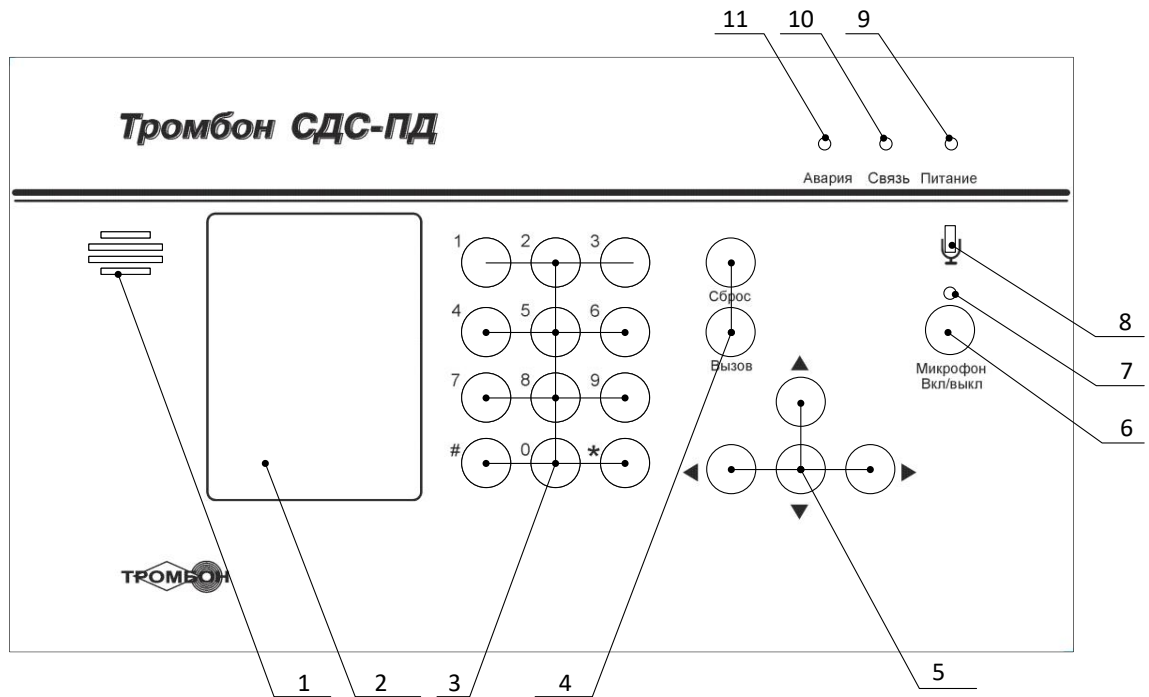

Рис. 1.2
Внешний вид лицевой панели пульта приведен на рис. 1.2.
4. Включите питание на блоке БС. Проконтролируйте свечение индикатора «Питание» и индикатора «Связь» на лицевой панели ПД (рис. 1.2, поз. 9, 10).
6.1 В нормальном режиме работы системы на лицевой панели пульта должны гореть индикаторы «Питание» и «Связь» (рис. 1.2, поз. 9, 10).